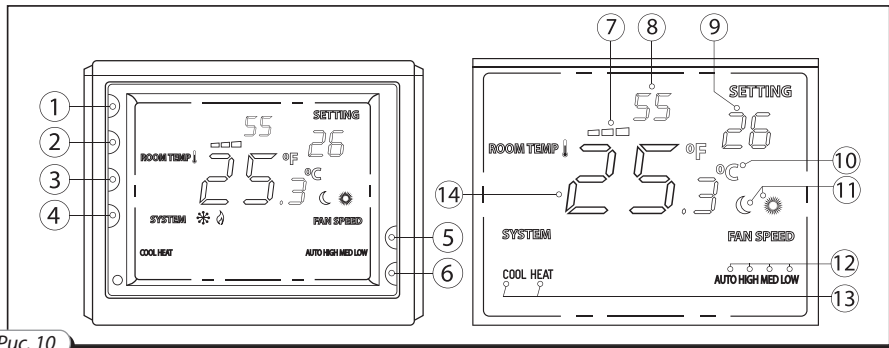

Рис. 10
Включение/выключение установки осуществляется кнопкой (1), рис. 10. Расход воздуха (LOW, MED, HIGH или AUTO) устанавливается последовательным нажатием кнопки (3) см. рис. 10, при этом устанавливаемая скорость отображается на экране пульта управления. Установка режима «день» / «ночь» осуществляется кнопкой (4). Для перевода системы из режима «день» в режим «ночь» необходимо нажать кнопку (4) и удерживать ее в течении 3 с. Установленный режим отображается на экране пульта управления (11). Установка желаемой температуры приточного воздуха осуществляется кнопками (5) и (6), при этом устанавливаемая температура отображается на экране пульта управления (9). Выбор режима «нагрев» или «охлаждение» осуществляется последовательным нажатием кнопки (2) и отображается на экране пульта (13).